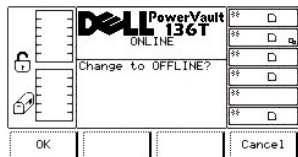

図 16. オフライン確認ダイアログ
- 1 オフライン確認画面が表示されます。図 16を参照してください。